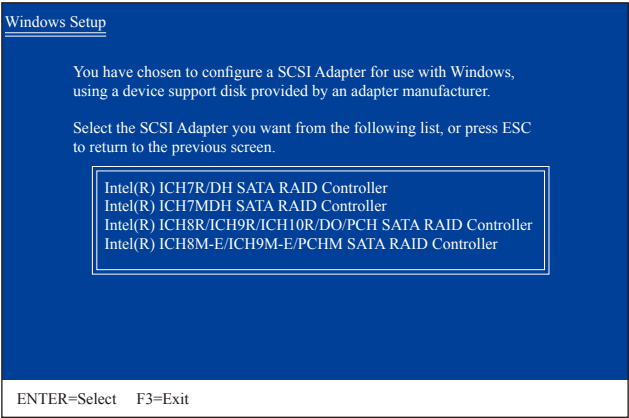

图2
放入存有SATA RAID/AHCI驱动程序的磁盘并按下<S>键。当如图2所示的画面出现时，请选择「Intel (R) ICH8R/ICH9R/ICH10R/DO/PCH SATA RAID Controller」，然后按<Enter>键，系统会从软盘中下载SATA驱动程序。